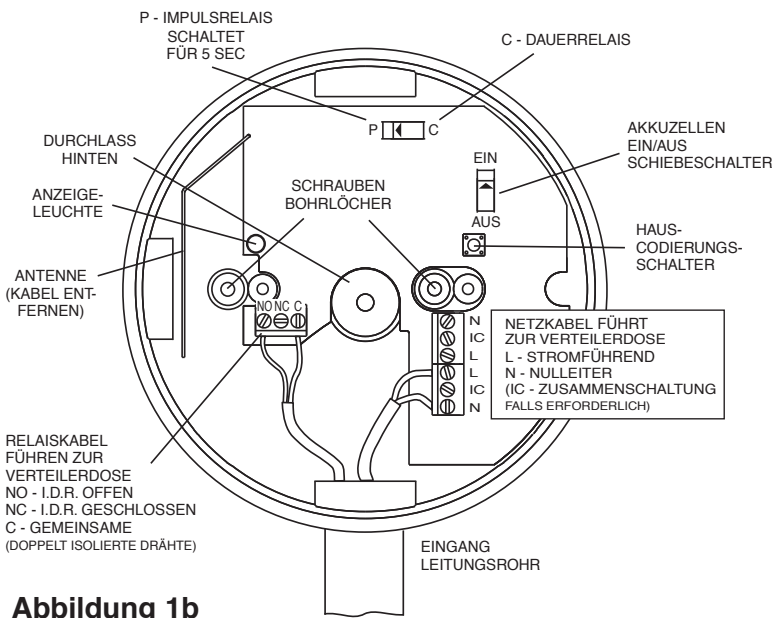

Abbildung 1b
Das Ei428 RadioLINK Relais-Modul wird über das Stromnetz (230 VAC) gespeist und verfügt ferner über Akkuzellen zur Sicherung. Im Ausgangszustand arbeitet das Relais ununterbrochen (d. h., es schaltet, wenn einer der Rauch-/Hitzemelder Feuer erfasst, und schaltet zurück, sobald der Rauch sich lichtet). Steht der Schiebeschalter auf Impulsstellung "P" (siehe Abbildung 1b), wird das Relais geschaltet, sobald Rauch erkannt wird. Nach fünf Sekunden schaltet es jedoch automatisch zurück. Dies wird häufig bei Wächtersystemen verwendet, die lediglich einen vorübergehenden Kurzschluss für die Signalgebung erfordern.
Es gibt nur einen geeigneten Durchlass. (Die anderen Flächen sind ungeeignet, da die Verkabelung das Antennensignal beeinträchtigen würde). Siehe Abbildung 1b.
4. Schrauben Sie das Modul Ei428 erst dann an die Wand, wenn der erforderliche Durchlass ausgeschnitten und die Verkabelung in das Gehäuse eingeführt ist (siehe Abbildung 1b).
5. Schließen Sie die Netzanschlusskabel (L = stromführend, N = Null-leiter) wie in Abbildung 1b dargestellt an der Verteilerdose an. (Die Zusammenschaltung dient zur
Ist ein vorübergehender Relaisbetrieb erforderlich, schieben Sie den gelben Schalter behutsam mit einem kleinen Schraubendreher in Stellung "P" (siehe Abbildung 1b). Diese Maßnahme muss getroffen werden, bevor der Anschluss an das Netz erfolgt oder die Akkuzellen aktiviert werden.
9. Stellen Sie die Netzspannungsversorgung zum Modul Ei428 her. Überprüfen Sie, ob die grüne Leuchte aufleuchtet. Wenn alle 10 Sekunden eine rote Leuchte blinkt, unterbrechen Sie die Netzspannungsversorgung, entfernen Sie den Deckel, und überprüfen Sie, ob der Akku-Schiebeschalter auf "ON" steht (siehe Abbildung 1b). Setzen Sie den Deckel wieder auf, und stellen Sie die Netzspannungsversorgung wieder her. Liegt immer noch eine Störung vor, sind die Akkuzellen möglicherweise erschöpft. Lassen Sie in diesem Fall das Gerät zwei Stunden lang am Netz, um die Zellen aufzuladen, und wiederholen Sie den Versuch.
(i) Stellen Sie sicher, dass die grüne Leuchte leuchtet und nicht alle 10 Sekunden rot blinkt. Dies würde bedeuten, dass die Akkuzellen des RadioLINK Relais-Moduls nicht angeschlossen oder erschöpft sind. Unterbrechen Sie die Netzspannungsversorgung. Nehmen Sie den Deckel ab, und schieben Sie den Akku-Schiebeschalter (siehe Abb. 1b) in Stellung "ON". Schaltet die grüne Leuchte nach wie vor alle 10 Sekunden auf rotes Blinken um, warten Sie 2 Stunden, bis der Akku aufgeladen ist, und führen Sie anschließend eine erneute Überprüfung durch.